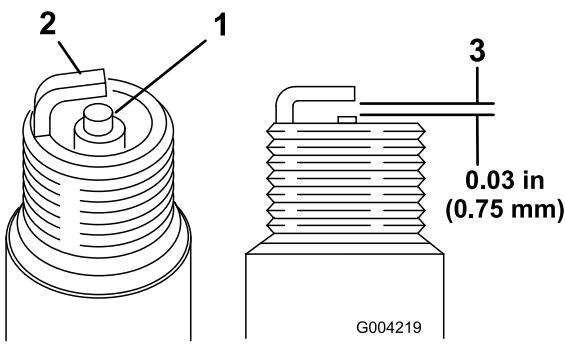

Figura 15
- 2. Compruebe la separación entre los electrodos central y lateral (Figura 15). Si la distancia no es correcta, doble el electrodo lateral (Figura 15).
1. Mire la parte central de la bujía (Figura 15). Si se observa un color gris o marrón claro en el aislante, el motor está funcionando correctamente. Si el aislante tiene un recubrimiento negro, significa que el limpiador de aire está sucio.